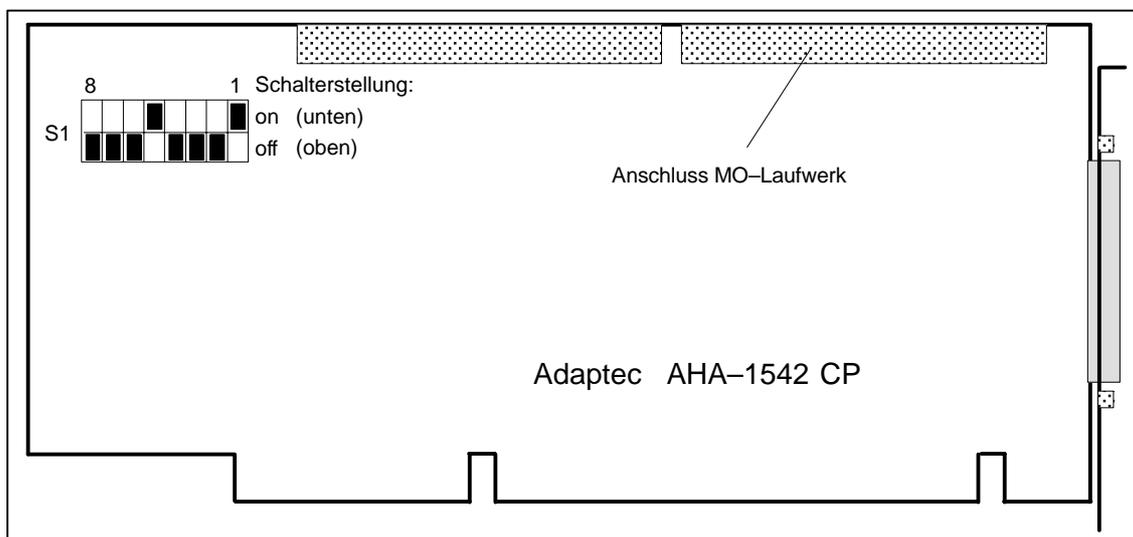

Bild 4.13 Schalter S1 des SCSI-Controllers
- Schalter S1 wie im Bild 4.13 dargestellt einstellen.